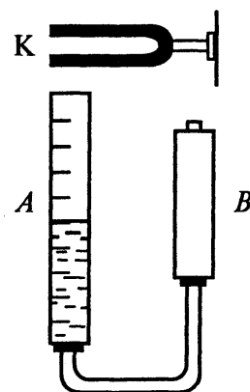

Рис. 1.12.1
Экспериментальная установка изображена на рис. 1.12.1. Звуковые волны, возбуждаемые колеблющимся камертоном K , распространяются в воздухе. Стеклянная трубка A соединена резиновым шлангом с сосудом B , заполненным водой. Если уровень воды в трубке таков, что длина воздушного столба удовлетворяет условию (1), то устанавливается стоячая волна с максимумом смещения на открытом конце трубки A . Уровень воды в трубке можно изменять, передвигая сосуд B по вертикальным направляющим.